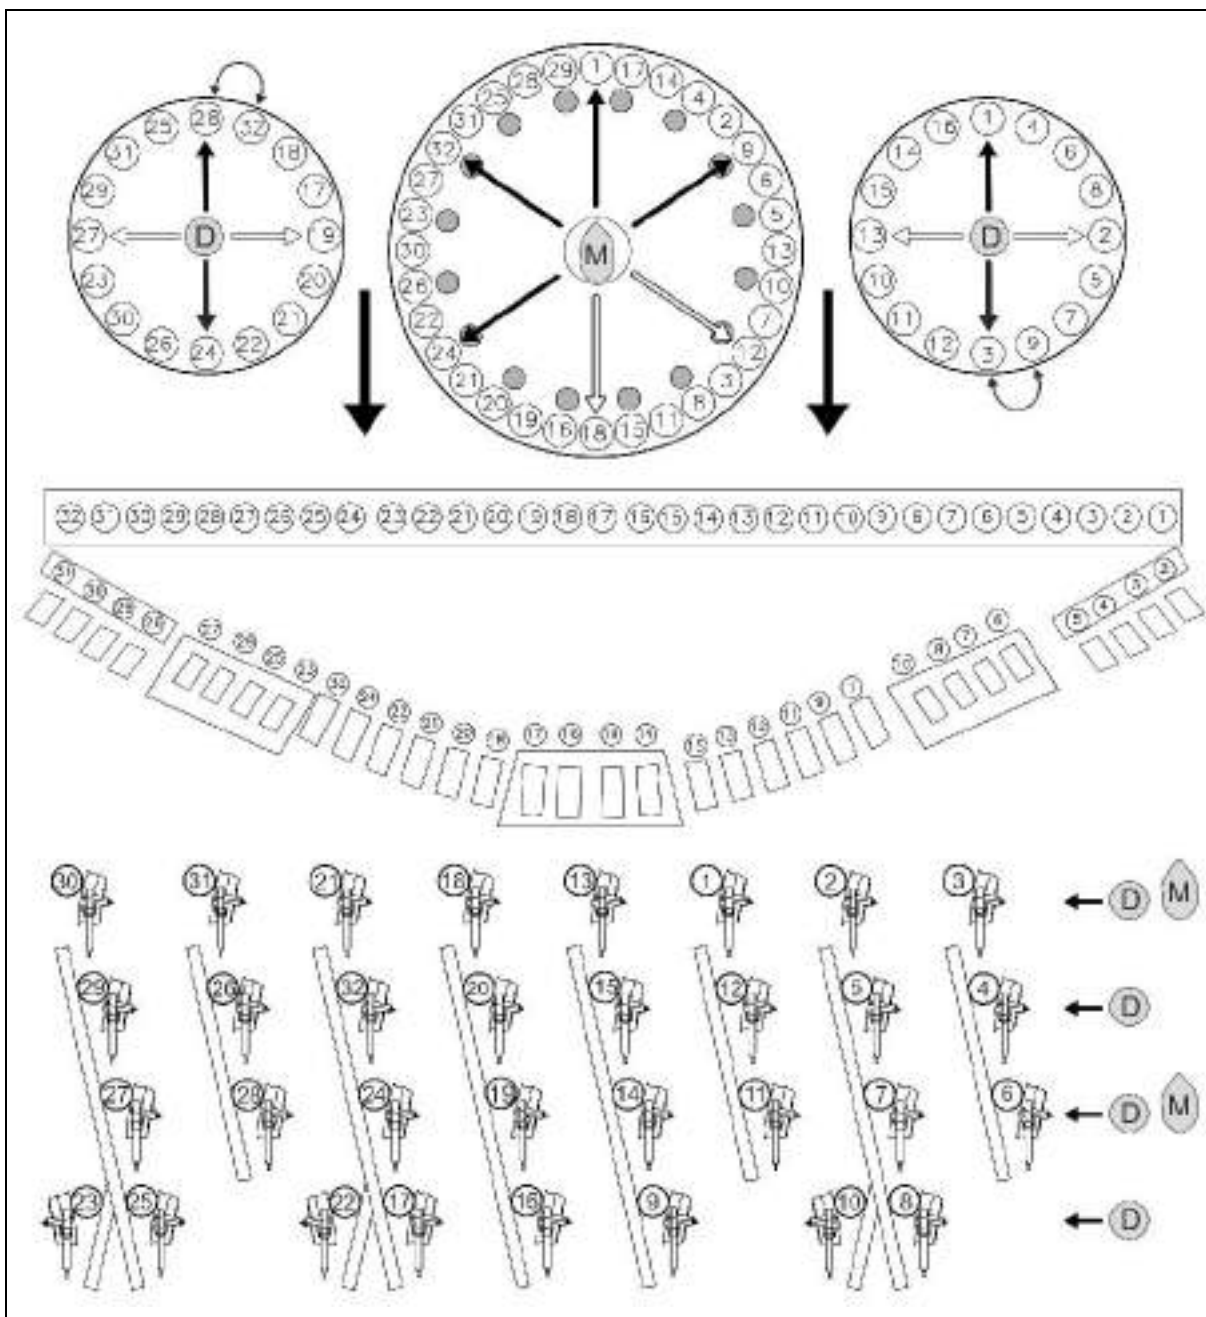

Рис. 44
- Кукуруза **M**: установите заглушки  согласно Рис. 44.
- Удобрения **D**: установите заглушки  согласно Рис. 44.